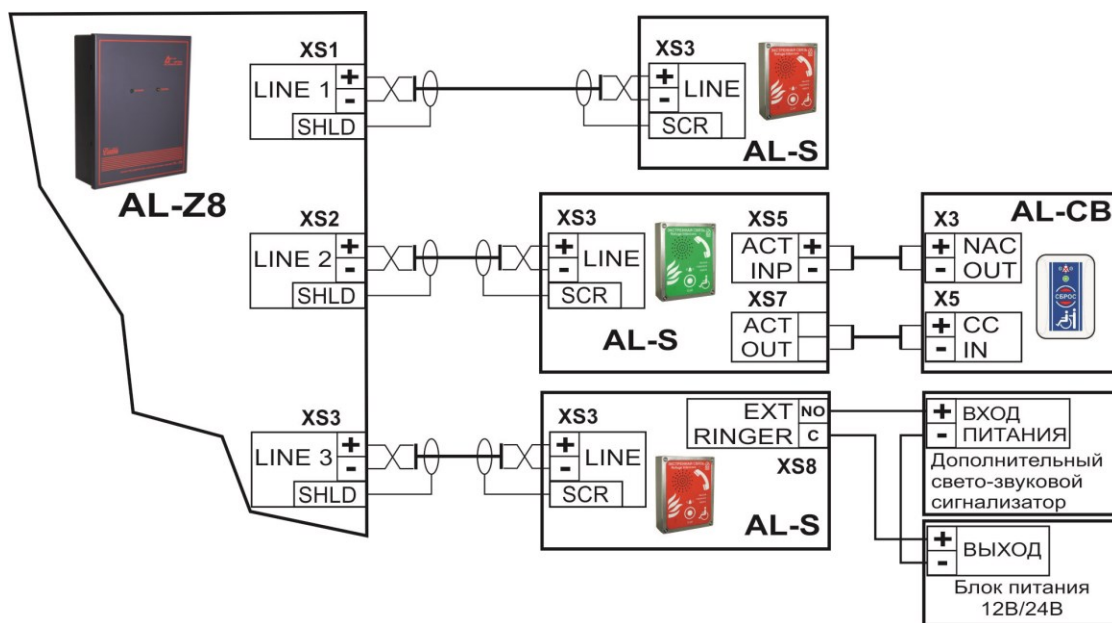

Рис.2
- Приготовьте заранее схему подключения к изделию всех необходимых внешних электропроводок (см. рис.2) и определите место установки изделия.
- 6) Подключите все необходимые электропроводки к винтовым контактам изделия (см. рис.2).